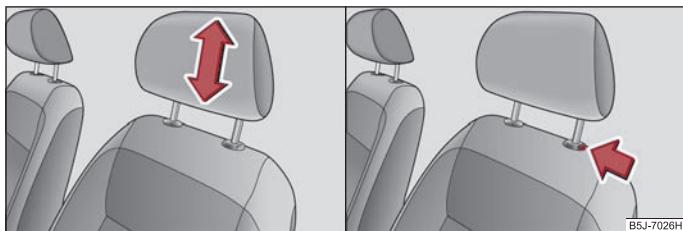

Abb. 50 Kopfstütze: Einstellen / Herausziehen
- Fassen Sie die Kopfstütze seitlich mit beiden Händen an und schieben Sie die Kopfstütze in Achsrichtung der Metallführungsstangen in Pfeilrichtung nach oben oder unten ⇒ Abb. 50 links.
- Möchten Sie die Kopfstütze nach unten verschieben, müssen Sie die Sicherungstaste drücken ⇒ Abb. 50 rechts und mit der anderen Hand die Kopfstütze nach unten drücken.
- Drücken Sie die Sicherungstaste in Pfeilrichtung ⇒ Abb. 50 und ziehen Sie die Kopfstütze heraus.